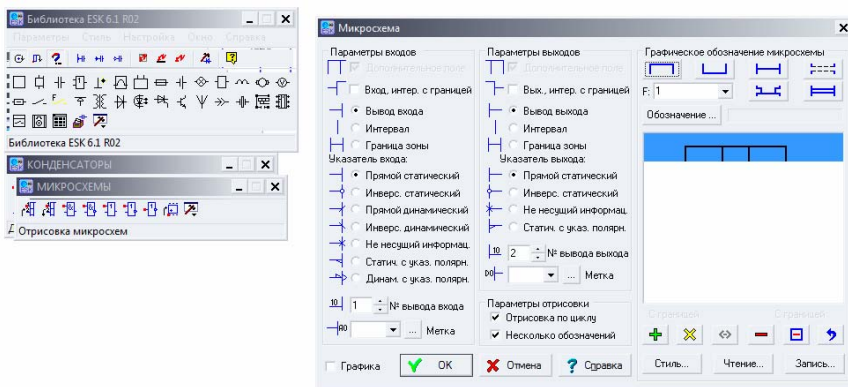

Рис. 7.4. Панель отрисовки микросхем
2. Для получения УГО микросхем используется режим отрисовки. (рис. 7.4). В ней задается параметры левых и правых ВЫВОДОВ.